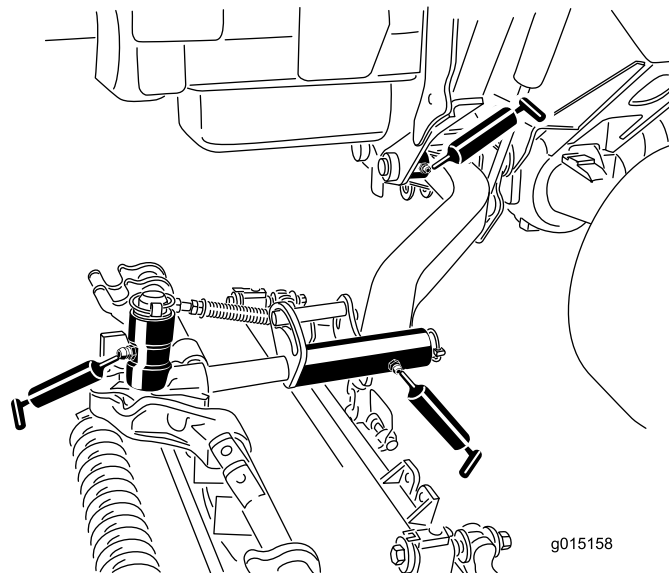

Figura 47
- Casquillos de pivote de los brazos de elevación (1 por unidad de corte) (Figura 47)
- Bastidor de tiro de la unidad de corte (2 por unidad de corte) (Figura 47)
- Pivotes de los brazos de elevación de las unidades de corte (1 por unidad de corte) (Figura 47).